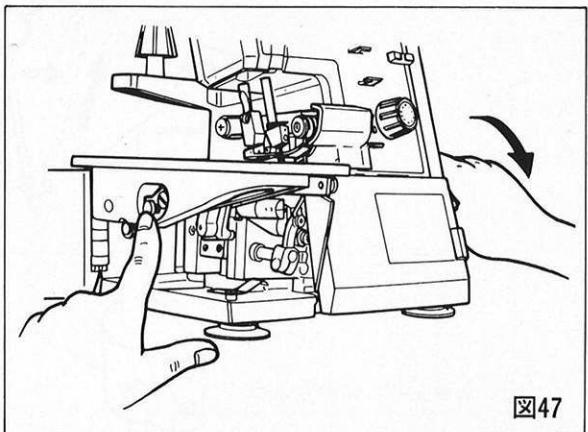

図47
- 左手で送り目ボタン(赤色)を強く押しながら、溝に送り目ボタンがパチンと入るまで、右手ではずみ車を廻わす。(図47)